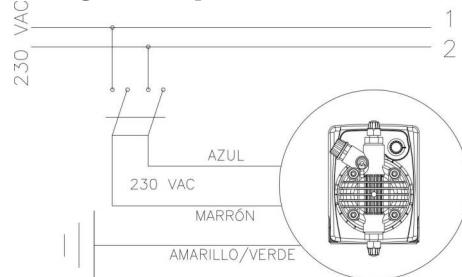

Fig. 4
1. Asegúrese que esté desactivada eléctricamente (ambas polaridades) desconectando los conductores de los puntos de contacto de la red con el interruptor omnípolo de distancia mínima entre contactos de 3 mm. (Fig. 4).
b.- Respete las leyes en vigor de cada país por lo que concierne a la instalación eléctrica (Fig. 4).
- a. Asegúrese de que esté desactivada eléctricamente (ambas polaridades) desconectando los conductores de los puntos de contacto de la red con el interruptor omnipolar de distancia mínima entre contactos de 3 mm. (Fig. 4).